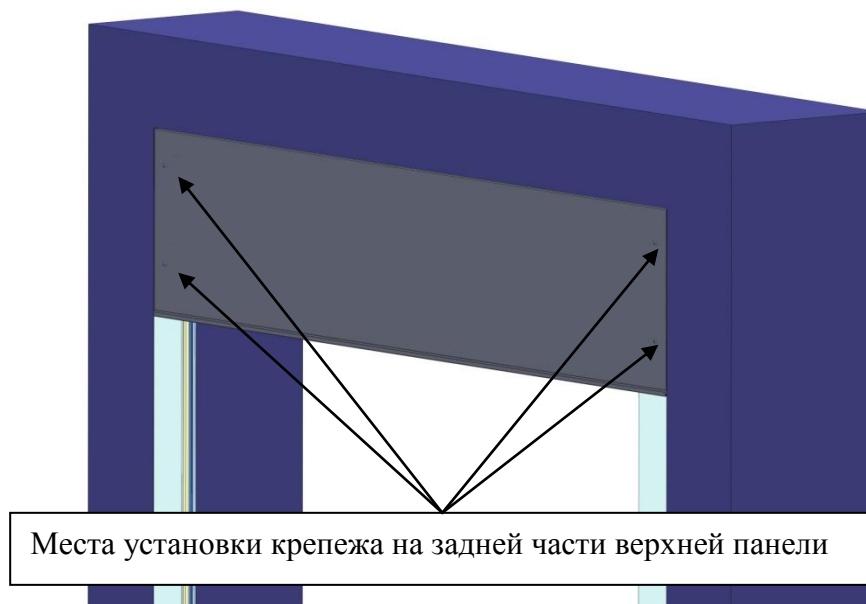

Рисунок 2.30. Установка короба SB45/360-M и SB45/405-M
**2.5.3.** Разметить и сверлить совместно в верхней панели короба по три отверстия на одну сторону Ø4,2 мм и два отверстия на одну сторону Ø4,2 мм в задней части крышек (рис.2.30). Установить заклёпки на верхнюю часть панели и саморезы или заклёпки в заднюю часть панели.